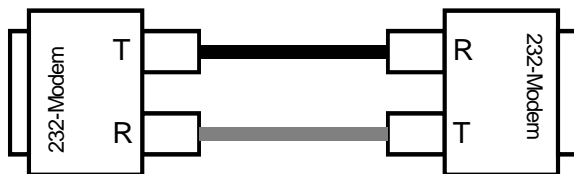

Bild 5
- Verbinden Sie mit dem LWL-Kabel die optischen Schnittstellen der Geräte nach dem Anschlußschema in Bild 5.